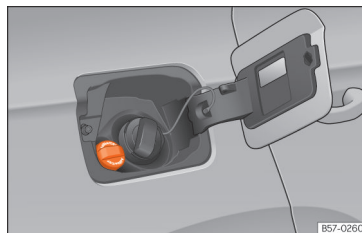

Fig. 205 Tap de la boca d'ompliment del dipòsit d'AdBlue®.
- Obriu la tapa del dipòsit »» » **fig. 205**.
- Feu girar el tap de tancament de la boca d'ompliment d'SCR cap a l'esquerra »» fig. 205.